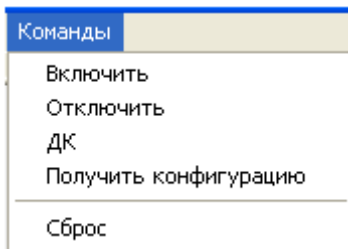

Рисунок 1.23 – Меню «Команды»
1.3.5.1 Для открытия меню щелкнуть по кнопке «Команды», отображается меню «Команды», рисунок 1.23.